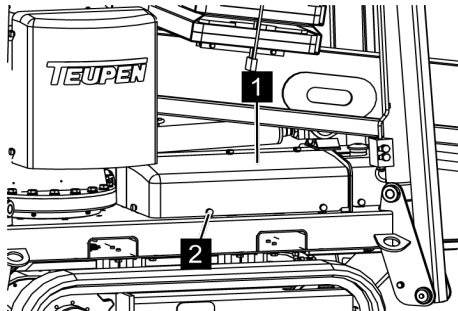

Fig. 122: Mettre le capot en place
6. → Mettre le capot en place (Voir la Fig. 122/1) et bien le visser avec les vis moletées (Voir la Fig. 122/2).